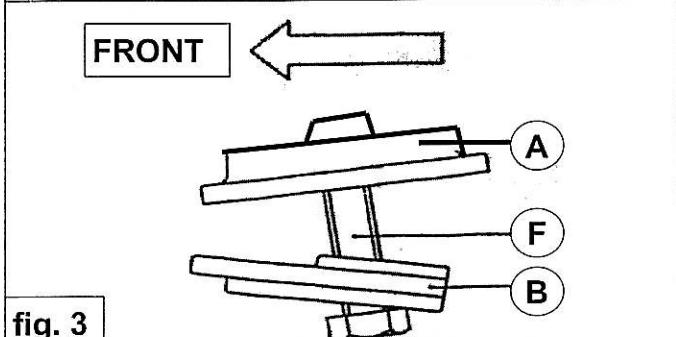

fig. 3
4. Monter la coupelle en aluminium **B** dans le trou de la coupelle de ressort inférieur de sorte à ce que l'ouverture se trouve à l'AR, voir fig 3.
4. Sätt fjädersäte **B** i hålet på nedre huvudfjädersätet med gapet bakåt. Se fig 3..